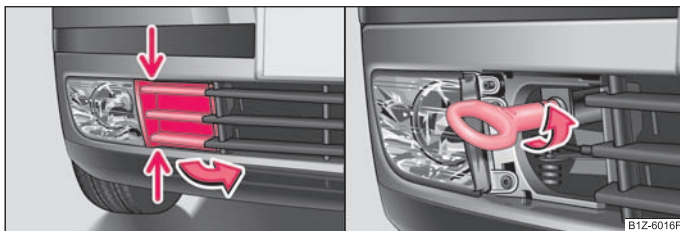

Fig. 141 Paraurti anteriore: Griglia protettiva / Montaggio dell'occhione di traino
- Con la mano comprimere leggermente la griglia (in prossimità dell'estremità da staccare della targa) ed estrarla in direzione della freccia → fig. 141 - a sinistra.
- Avvitare manualmente l'occhione di traino in senso antiorario fino a battuta → fig. 141 - a destra. Per il serraggio si consiglia di utilizzare ad es. la chiave\*, l'occhione di un altro veicolo oppure un oggetto simile da poter inserire nell'occhione.